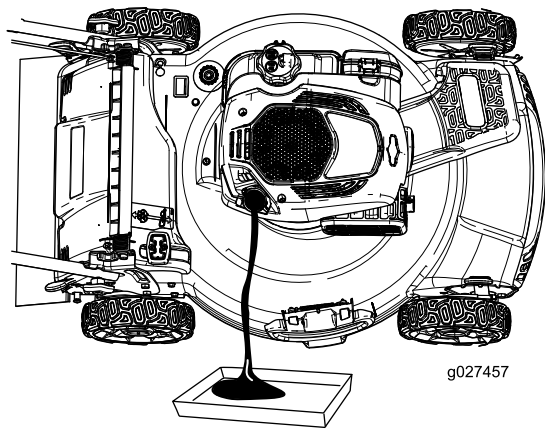

Bild 27
- Kippen Sie die Maschine seitlich (Luftfilter nach oben), um das Altöl aus dem Öleinfüllstutzen abzulassen (Bild 27).